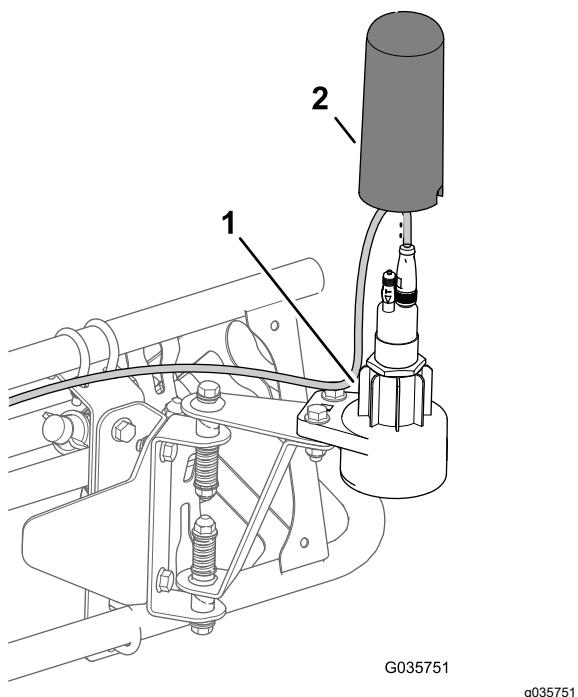

Figura 24
4. Instale la carcasa superior sobre el sensor y en la carcasa inferior (**Figura 24**).